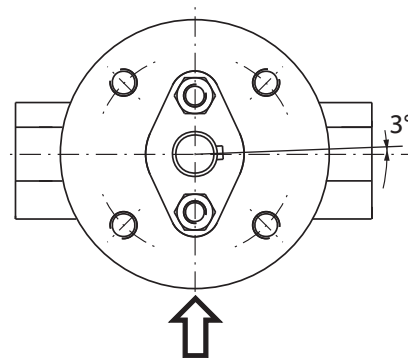

Fig.5-10 Décalage angulaire
Pour garantir qu'une vanne papillon équipée d'un actionneur assure une parfaite fermeture, (→ Fig.5-10) la rainure de clavette est décalée d'environ 3° par rapport à l'axe médian.
6. Solidarisez l'axe de la vanne papillon à l'actionneur par l'intermédiaire de la bague de serrage (→ Fig.5-10/4). Positionnez la bague de blocage de façon à ce que l'indicateur jaune corresponde à la position du disque. Quand la vanne est fermée, l'indicateur jaune doit être positionné à 90° par rapport au sens d'écoulement du fluide.